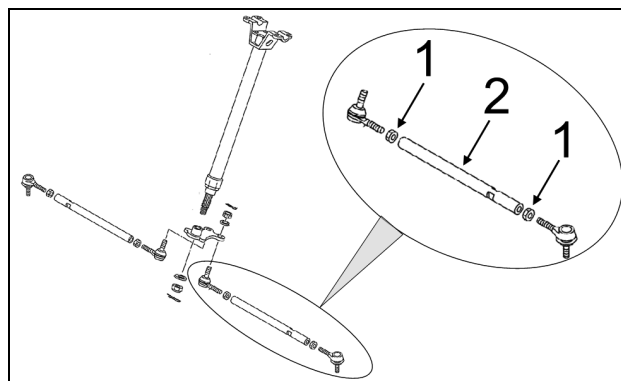

Figure 19
Pour effectuer l'ajustement sur le VTT, premièrement, débloquer les écrous (1) à chaque extrémité des tiges d'accouplement (2) de la direction, visser ou dévisser ensuite la tige d'accouplement (2) d'un nombre de tours égal des deux côtés du véhicule. Resserrer les écrous après avoir complété l'ajustement. Figure 19.